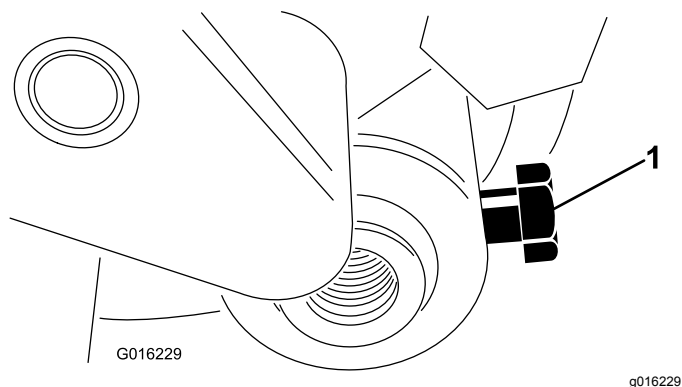

Figura 31
3. Allentate il bullone che fissa l'albero del rullo al braccio dell'altezza di taglio (Figura 31).